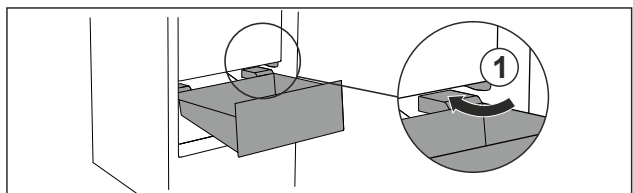

Fig. 81
- Far passare il cassetto intorno ai fermi Fig. 81 (1) inclinandolo.